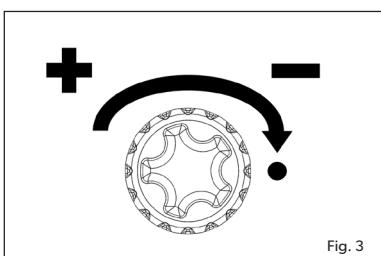

Fig. 3
- Drei kontrollknappen på Dual Power Pak mot urviseren for å øke gasstilførselen (Fig. 3).